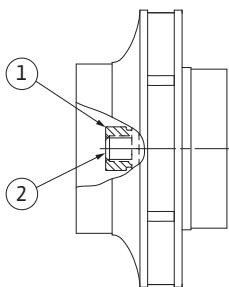

Fig. 53: Pumphjulsmutterns korrekta position efter monteringen
29. Håll fast axeln (se steg 24) och dra åt pumphjulsmuttern med angivet åtdragningsmoment (se listan "Tabell 11: Åtdragningsmoment för skruvarna" på sidan 50). Muttern (fig. 53, pos. 1) måste ligga i kant med axeländan (fig. 53, pos. 2) med  $\pm 0,5$  mm. Om så inte är fallet måste muttern lossas och steg 25 till 29 upprepas.